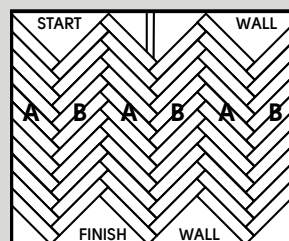

Fig. 8
9. Continúe instalando los tablonces "B". Repita el proceso en el otro lado de la fila de los tablonces "B" originales con los tablonces "A". Complete la instalación, utilizando el mismo método mientras mantiene los espaciadores en su lugar y con un patrón cuadrado (Fig. 8).